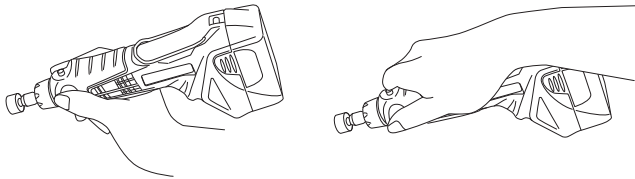

图 12
- 砂轮机在朝向钻头固定槽的方向会变窄。请将手指放到窄处，握住砂轮机以方便操作。（图 12）